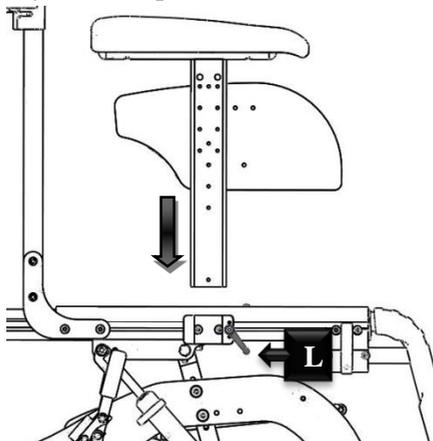

Figura 6
Consultando a Figura 6, aja sobre a alavanca (L) para desbloquear o apoio de braço, regulando-o à altura desejada e bloqueando novamente a alavanca (L).